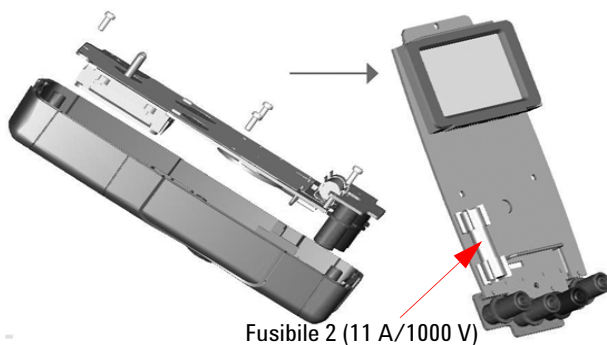

Figura 4-3 Sostituzione del fusibile 2
- 5 Per sostituire un fusibile guasto 2, rimuovere prima il fusibile 1. Allentare le quattro viti (come nella Figura 4-3) per sollevare e rimuovere la scheda dei circuiti dalla parte superiore dell'involucro.
- 6 Rimuovere il fusibile 2 guasto staccandone delicatamente un'estremità e facendolo scorrere dal morsetto che lo trattiene, vedere la Figura 4-3.